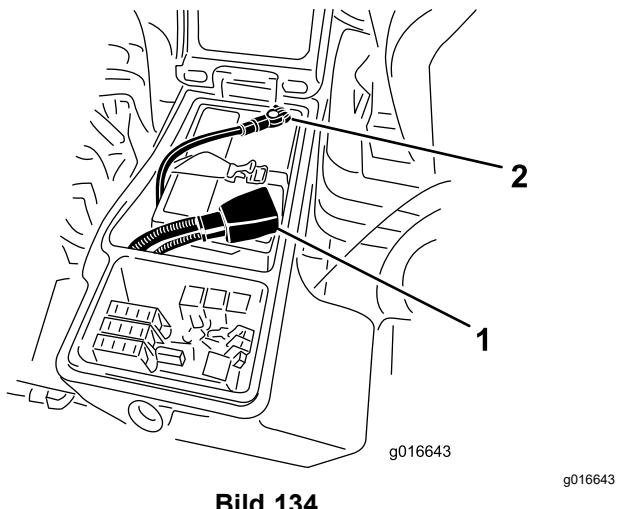

Bild 134
1. Schließen Sie das Pluskabel des Akkus am Pluspol des Akkus an (Bild 134).